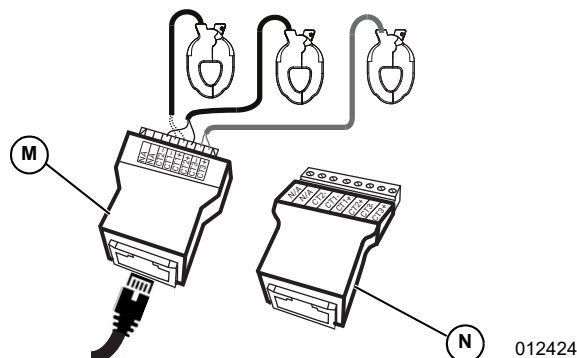

Figure 5-16. Adaptateur de TC
1. Voir Figure 5-16. Raccorder les conducteurs des TC aux bornes à poussoir (M) ou à vis (N) de l'adaptateur conformément aux indications de l'étiquette apposée sur l'adaptateur de dérivation.